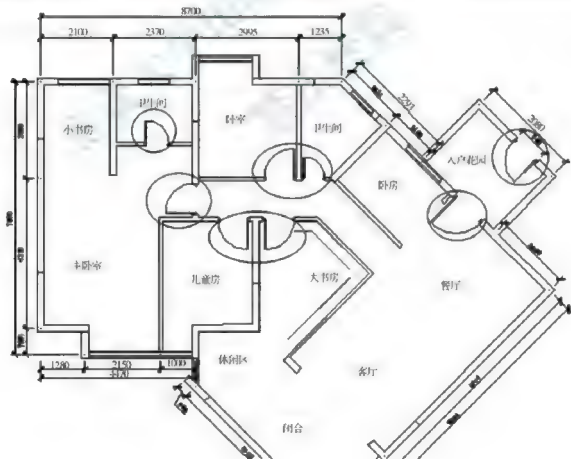

图 7-39
**步骤 7:** 方法同上。继续插入“单扇门”图块，使用移动工具 $\oplus$ 、旋转工具 $\odot$ 和缩放工具 $\square$ 对插入的图块进行移动、旋转和缩放操作使其与门洞匹配。最终效果如图 7-39 所示。